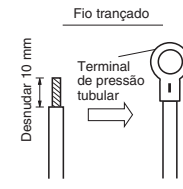

Fig. 5-3
- Corte a extremidade do fio com alicates, desnude o isolamento para expor o fio trançado aproximadamente 10 mm e, em seguida, torça bem as extremidades do fio. (Fig. 5-3)